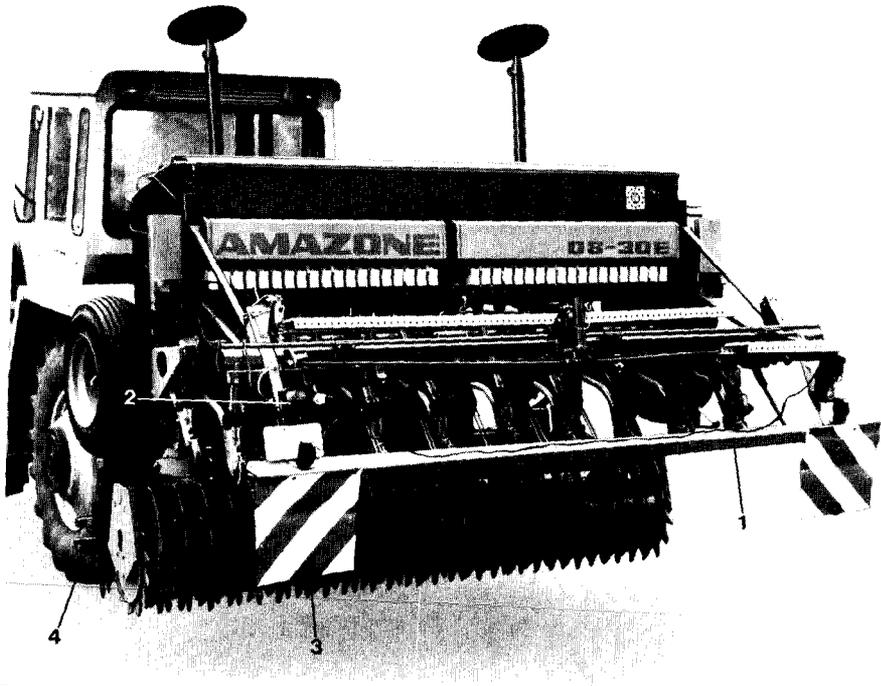

Fig.40
- Die nach hinten ragenden Zinken des Exaktstriegels müssen mit der Verkehrssicherungsleiste (Fig. 40/1) abgedeckt werden (Sonderzubehör-Bestell-Nr. 32 920). An dieser Verkehrsicherungsleiste befinden sich ebenfalls Leuchenträger zum Aufstecken der Beleuchtung (Fig. 40/2) und tiefliegende Rückstrahler (Fig. 40/3), die vom Boden nicht mehr als 900 mm Abstand haben dürfen.
- Der Abstand von Rückleuchtenoberkante (Fig. 40/2) zur Fahrbahn darf dann 1550 mm nicht übersteigen. Der Abstand muß auch eingehalten werden, wenn die Sämaschine in Kombination mit einem AMAZONE-System „Huckepack“ (Fig. 40) eingesetzt wird.
Vergessen Sie bitte nicht, die Beleuchtung auf Funktion zu überprüfen! Wird die Sämaschine in Kombination mit einer Rüttelegge eingesetzt, müssen die Grenzstriegel (Fig. 40/4) bzw. die Grenzschare der Rüttelegge in Transportstellung gebracht werden (siehe Betriebsanleitung der RE).